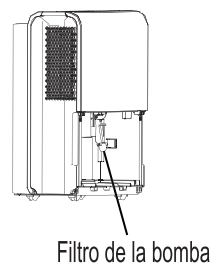

Imagen 12
- Retire el depósito de la unidad, saque la bomba y limpie el filtro de la bomba (Ver Imagen 12).